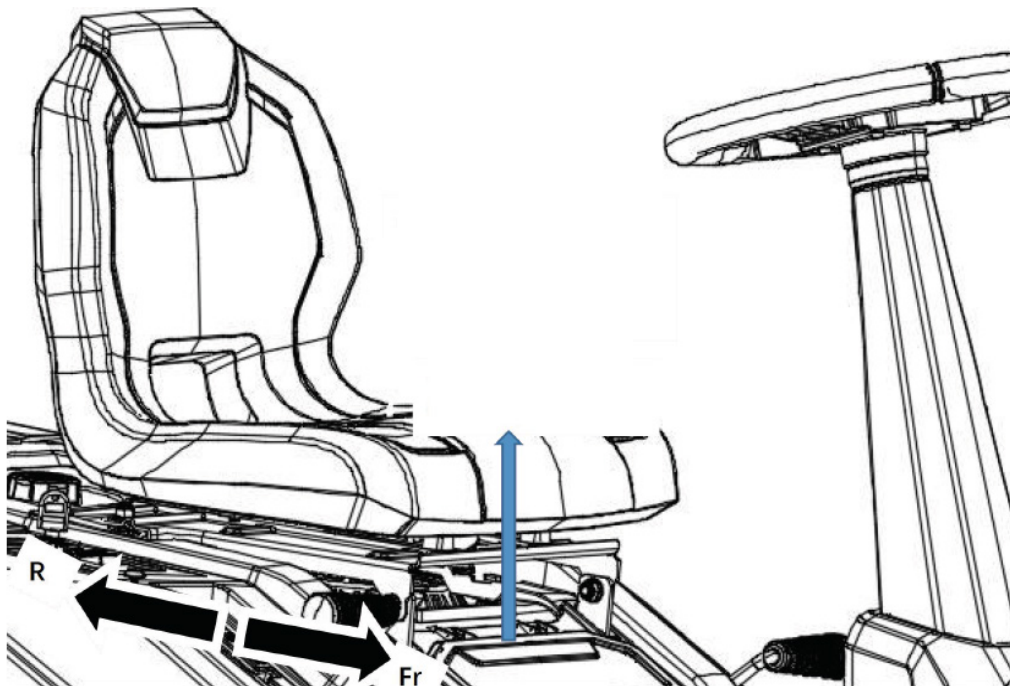

Рис. 10
1. Сядьте на сиденье, возьмитесь правой рукой за рулевое колесо, а левой поднимите вверх рычаг регулировки сиденья (рис. 10).
3. Установите сиденье в удобное для оператора положение, отпустите рычаг регулировки сиденья и передвиньте сиденье вперёд и назад, чтобы убедиться, что оно надёжно зафиксировано (рис. 10).